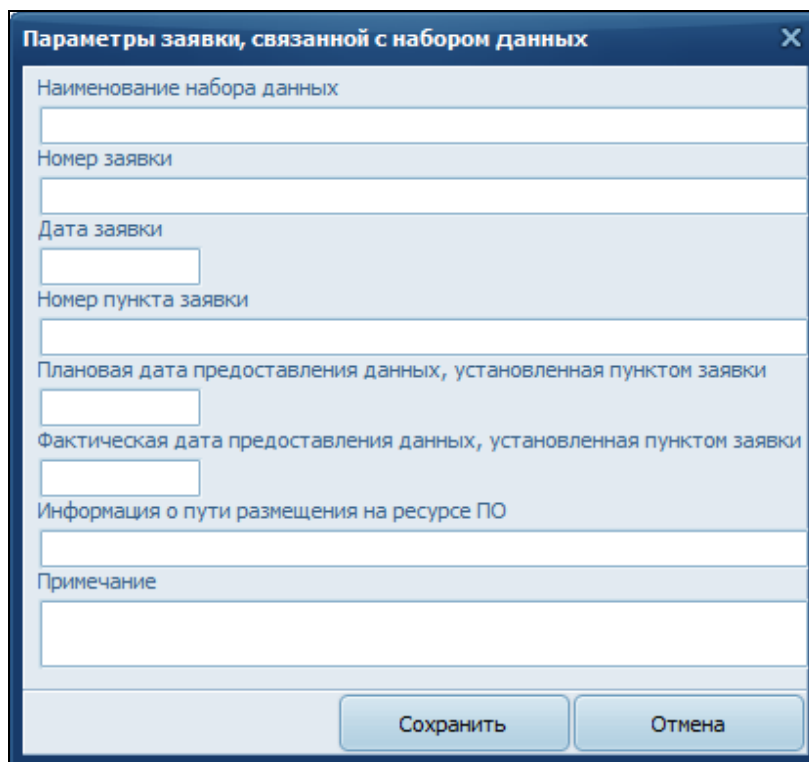

Рисунок 9 – Модальное окно «Параметры заявки, связанной с набором данных»
2) Заполнить имеющиеся поля в открывшемся модальном окне «Параметры заявки, связанной с набором данных» (Рисунок 9):